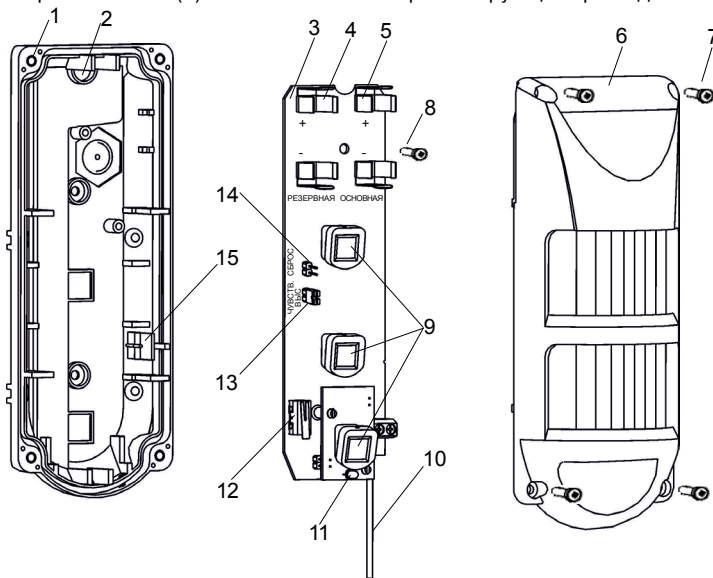

Рисунок 1 – Извещатель
Извещатель (рисунок 1) состоит из основания (1), печатной платы (3) и крышки (6). На печатной плате расположены держатели двух батарей CR123A – основной (5) и резервной (4), три ИК пироприемника (9), антенна (10), входит в комплект поставки, двухцветный световой индикатор (11), датчик вскрытия корпуса (12), переключатель ЧУВСТВ. ВЫС (13) и контакты СБРОС (14). Печатная плата фиксируется на основании защелкой (15) и винтом (8). Крышка (6) крепится к основанию (1) четырьмя винтами (7) с использованием герметизирующей прокладки.